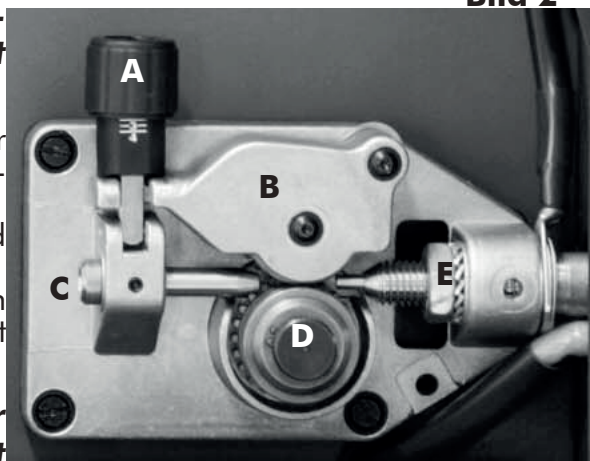

Bild 3
- Lösen Sie den Knopf (A) und ziehen Sie diesen aus der Arretierung (Bild 3). Öffnen Sie den Arm (B) der Drahtvorschubeinheit.
- Schneiden Sie das gebogene Drahtende ab und führen Sie das Ende in die Drahtzuführung (C) ein. Den Draht nun über die unteren Rollen (D) schieben.